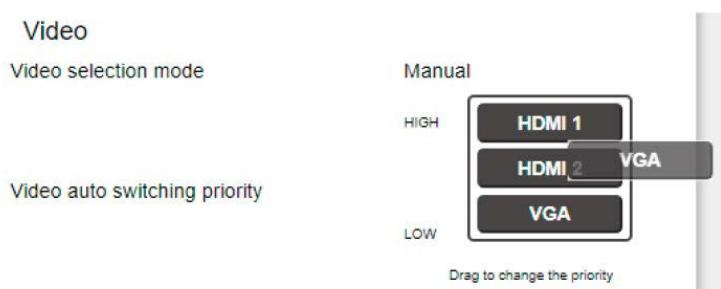

Рис. 17. Перетаскивание входа для изменения текущего приоритета
3. Расставьте входы путем перетаскивания в порядке необходимого приоритета (рис. 17).